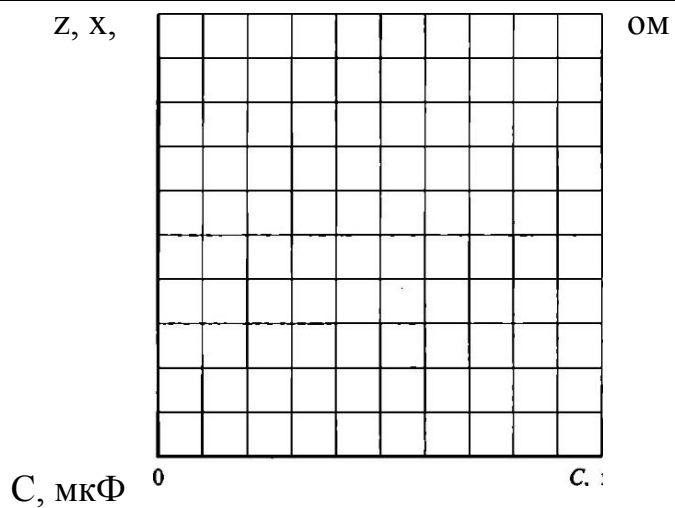

Рис. 5.3. Зависимость полного и реактивных сопротивлений ЭЦ от емкости
6.2. На основании результатов вычислений построить в одной системе координат на рис. 5.3 зависимости $Z(C)$, $Z_k(C)$ или $XДС$, $XДС$.